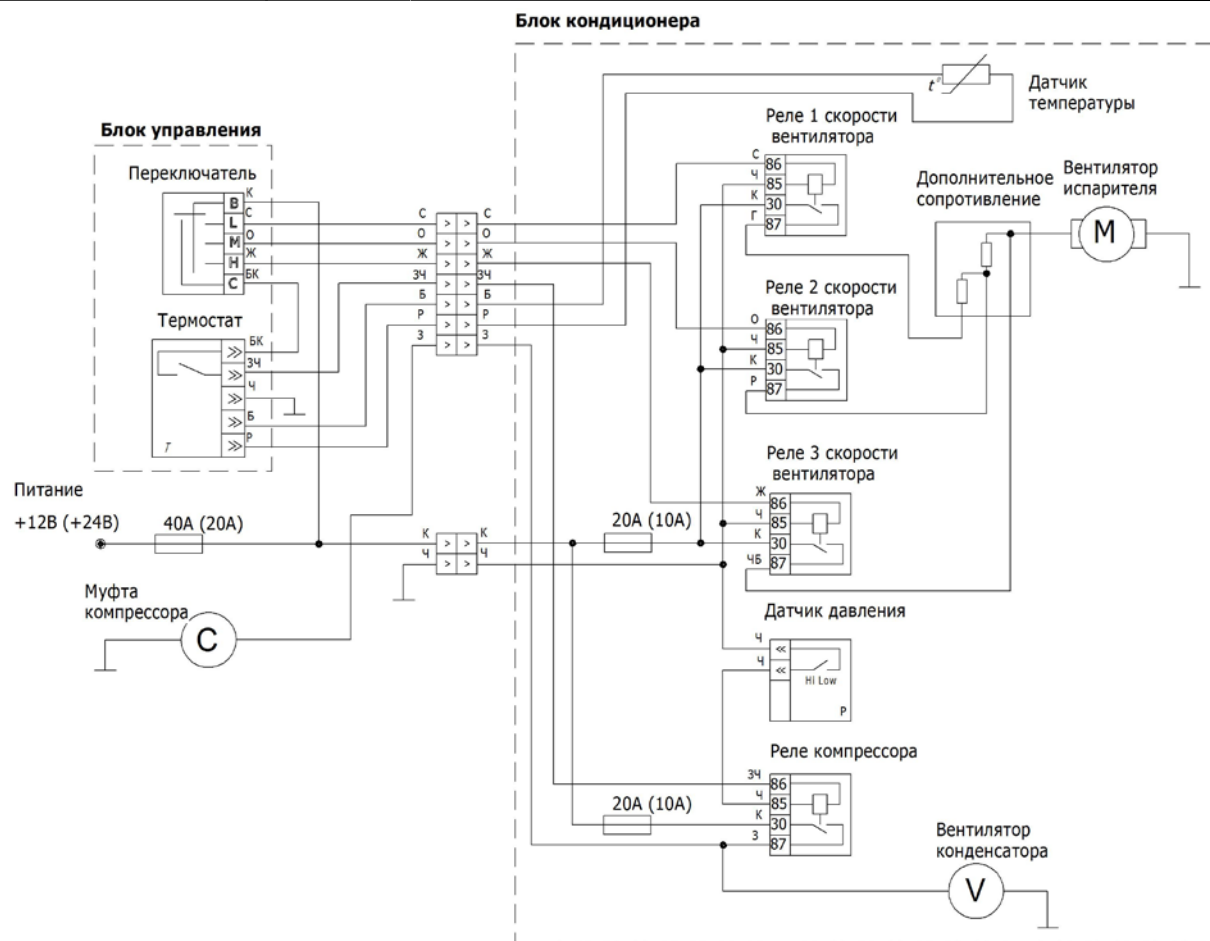

Рис.18
3.6.2 Проложить жгут проводов кондиционера по транспортному средству и подсоединить к на крышному блоком, АКБ, компрессору и пульту управления, согласно схеме на рис.18. Жгут проводов зафиксировать с помощью пластиковых хомутов.